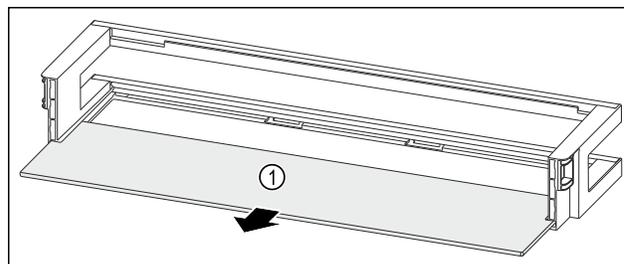

Fig. 83 Balconnet de contre-porte avec tablette de rangement
- ▶ Retirer la tablette de rangement Fig. 83 (1).